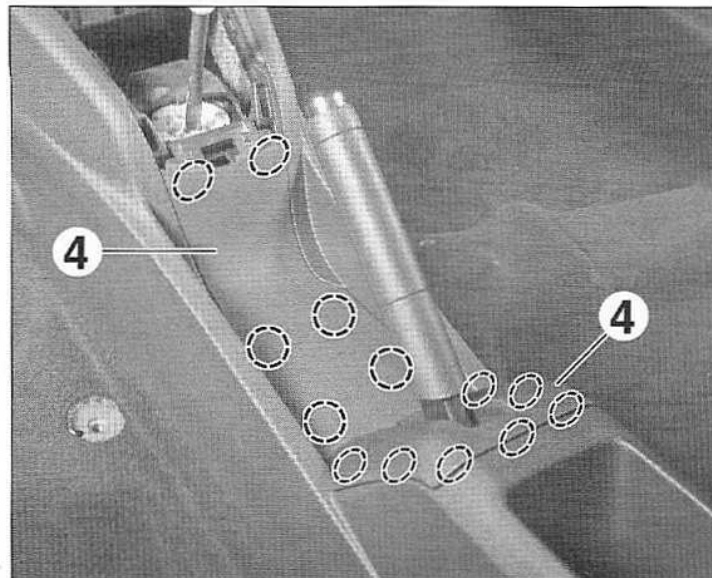

FIG.3
- Dégrafer et déposer les garnitures (4) (Fig.3).